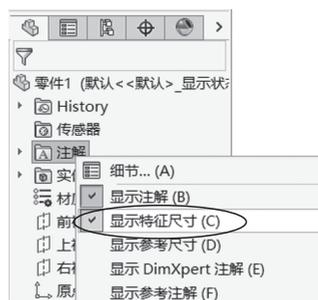

图5-2 选择“显示特征尺寸”命令
(2) 对于无法显示模型所有特征尺寸的用户，在模型树中选择“注解”，右击，在弹出的快捷菜单中选择“显示特征尺寸”命令，如图5-2所示，再双击实体，即可显示出模型的所有特征尺寸。